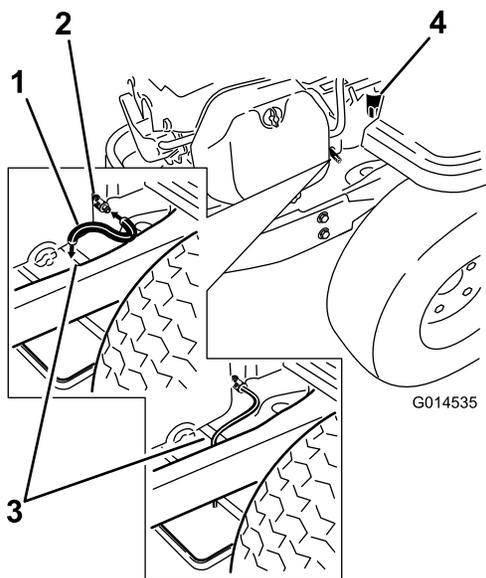

Figure 30
5. Nettoyez la surface autour du robinet de vidange sur le châssis de la machine. Trouvez le flexible de vidange d'huile et branchez-le au robinet de vidange (Figure 30).
6. Placez l'autre extrémité du flexible de vidange sur le bout du châssis (Figure 30).